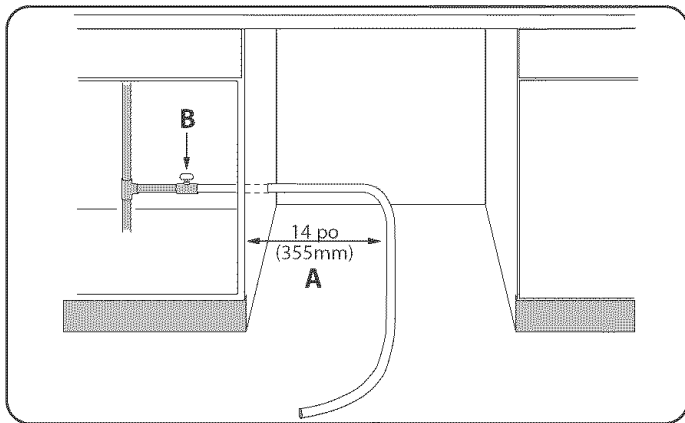

Figure 7
**REMARQUE :** Quel que soit l'endroit où entre la canalisation en eau chaude (voir directives page 8), positionner la canalisation à 14 po (355 mm) depuis le côté gauche de l'endroit, comme à la figure 7, lettre A.
Installer une soupape d'arrêt accessible (non fournie) sur la canalisation en eau chaude, comme à la figure 7, lettre B.